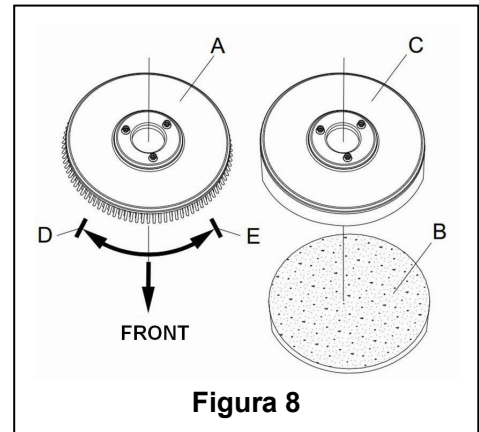

Figura 8
Conforme al tipo de suelo a limpiar, la máquina puede ser instalada con el cepillo (Figure8, A), o el panel de la almohadilla (Figura 8, B y C).
1. (Sólo aplicable a los modelo AS430B y AS510B): asegúrese de que el interruptor (41) está en posición de desconectado (O).
2. Presione el manillar (2) hacia abajo para levantar el cuerpo del tanque (26).
3. Coloque el cepillo (A) o el panel de la almohadilla (B – C) debajo del estuche.
4. Use el manillar (2) para bajar el cuerpo del tanque (26) hasta que entre en contacto con el cepillo o el panel de la almohadilla.
5. Para instalar el cepillo/el panel de la almohadilla automáticamente, gire el interruptor de encendido (41) a la posición "I" y presione el interruptor de seguridad (1) hacia abajo. Empuje suavemente la máquina hacia delante para permitir que la rueda de correa en la parte inferior del cuerpo del tanque se alinee con el cepillo o el panel de la almohadilla que se puede instalar a continuación. Luego libere el interruptor de seguridad. Si hace falta, repita los procedimientos hasta que el cepillo/el panel de la almohadilla estén montados.
6. Si el paso 5 le resulta difícil, use el método manual siguiendo la punta de flecha (D) para instalar el cepillo/el panel de la almohadilla (como indica la Figura 8).
7. Para descargar el cepillo/el panel de la almohadilla automáticamente, gire el interruptor de encendido (41) a la posición "O". Sujete el manillar con la mano y presione la máquina hacia abajo hasta que la rueda de guía toque el suelo y el cepillo/el panel de la almohadilla quede colgando en el aire. Gire el interruptor de encendido a la posición "I" y presione el interruptor de seguridad para que el cepillo/el panel de la almohadilla caigan al suelo.
8. Si el paso 5 le resulta difícil, use el método manual que consiste en girar el cepillo/el panel de la almohadilla en la dirección opuesta a la normal y éste quedará desmontado. (como indica la Figura 8).